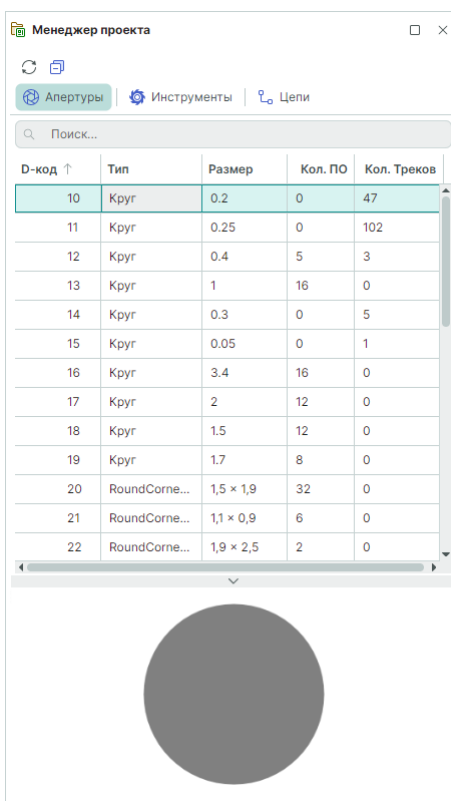

Рис. 37 Вкладка «Апертуры»
1. Вкладка «Апертуры» отображает перечень апертур, используемых в проекте производства, см. Рис. 37.